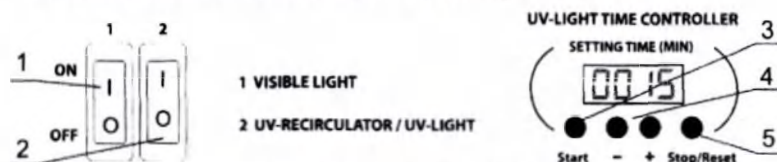

Рисунок 2. Панель управления
5.2.1 Переведите в положение ON выключатель 2 (рис. 2/2) на панели управления (рис. 3/1), это приведет в действие УФ рециркулятор в верхней части бокса (рис. 3/2) и активирует таймер открытой УФ лампы. УФ рециркулятор работает пока выключатель 2 не будет переведен в положение OFF (выключено).
5.2.2 Установите время экспозиции открытой УФ лампы на электронном таймере прибора (SETTING TIME), используя кнопки таймера "+" и "-" (рис. 2/4) для увеличения и уменьшения времени экспозиции с шагом 1 мин. Если кнопку удерживать нажатой дольше 2 секунд, скорость смены значения увеличивается. Рекомендуемое время экспозиции – два раза по 30 минут, после включения и до начала работ в боксе.
5.2.3 Нажмите кнопку **Start** (рис. 2/3). Включатся УФ лампы, таймер начнет отсчет времени экспозиции. Индикатор таймера отображает текущее время: до 1 часа – в минутах и секундах (мм:сс), после 1 часа – в часах и минутах (чч:мм). По достижении заданного времени, таймер автоматически отключит открытую УФ лампу.
Можно отключить открытую УФ лампу до истечения установленного времени экспозиции нажатием кнопки **Stop/Reset** (рис. 2/5). При этом в памяти сохраняется установленное время экспозиции. При полном выключении прибора время экспозиции таймера не сохраняется.
5.3.1 Для освещения рабочей поверхности включите люминесцентную лампу дневного света (рис. 3/3), переведите выключатель 1 (рис. 2/1) в положение ON, включено.